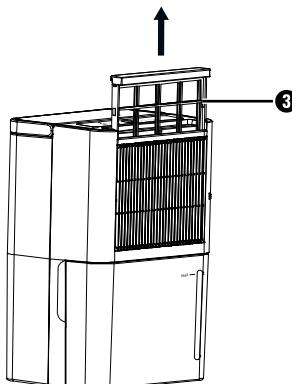

Abb. 6
- ◆ Der Luftfilter **3** befindet sich hinter dem Luftteinlassgitter **2**. Fassen Sie mit den Fingern die Griffkante des Luftfilters **3** und ziehen Sie ihn nach oben aus dem Gerät (siehe Abbildung 6).